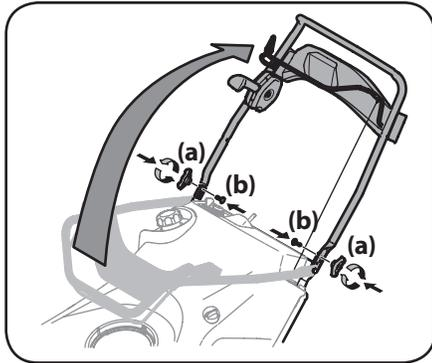
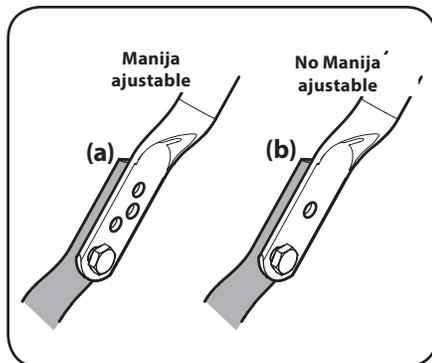

Figura 2-3
Figura 2-4
2. Gire la manija superior a la posición de funcionamiento. Asegúrese de no apretar los cables en el proceso. Consulte la Figura 2-3.
3. Consulte la Figura 2-4. En los modelos con manija ajustable (a), prosiga con el Paso 4. En los modelos sin manija ajustable (b), ajuste los elementos de ferretería que extrajo previamente en el Paso 1 para sujetar la manija en su lugar. Consulte la Figura 2-3. Para los modelos sin manija ajustable (b), continúe hasta "Instalación del canal".